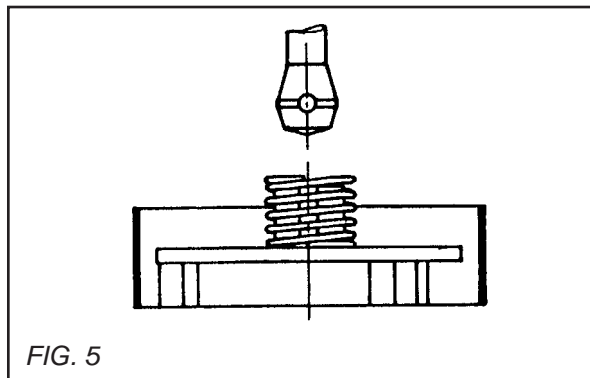

FIG. 5
**Fixação de um prato (VER FIG. 5):**